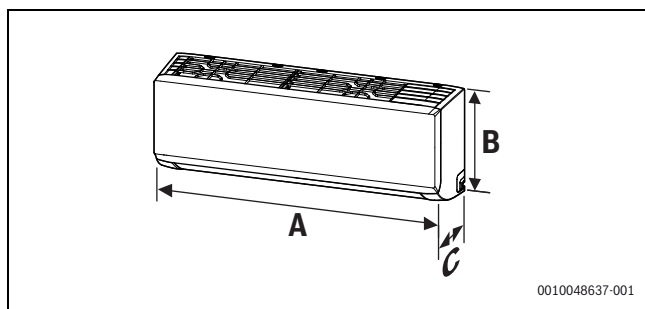
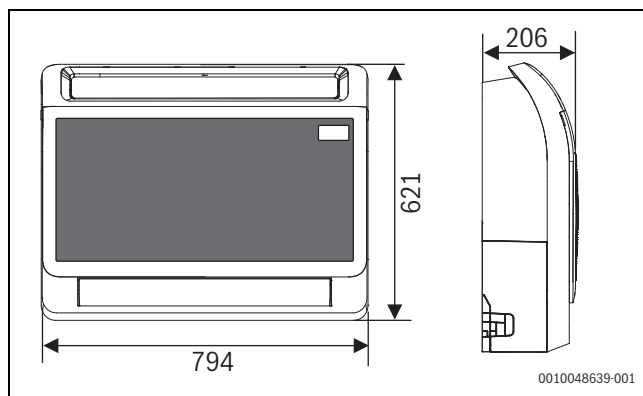
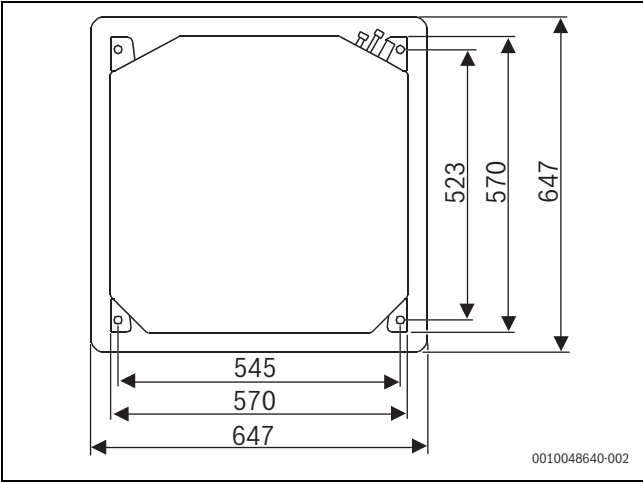

Bild 2 Abmessungen Inneneinheit (Wandinstallation)
Bild 4 Abmessungen Inneneinheit (Konsole)
Bild 6 Abmessungen Inneneinheit (Deckenkassette) (Maße in mm)
- Die Abmessungen der Inneneinheit müssen beachtet werden (→ Bild 2, Bild 4 und Bild 6).